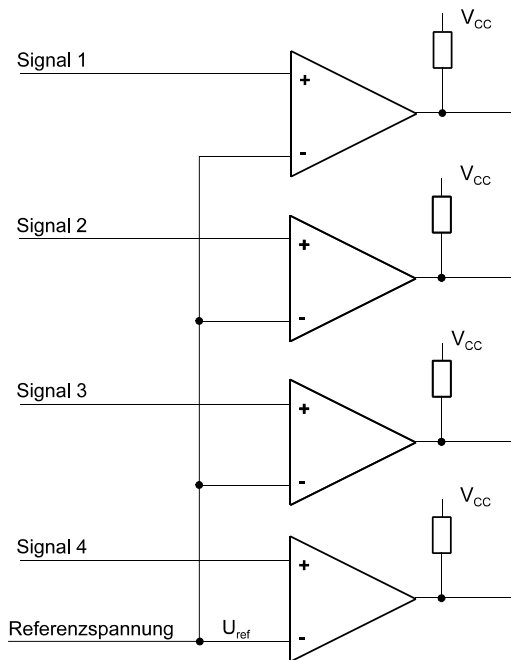
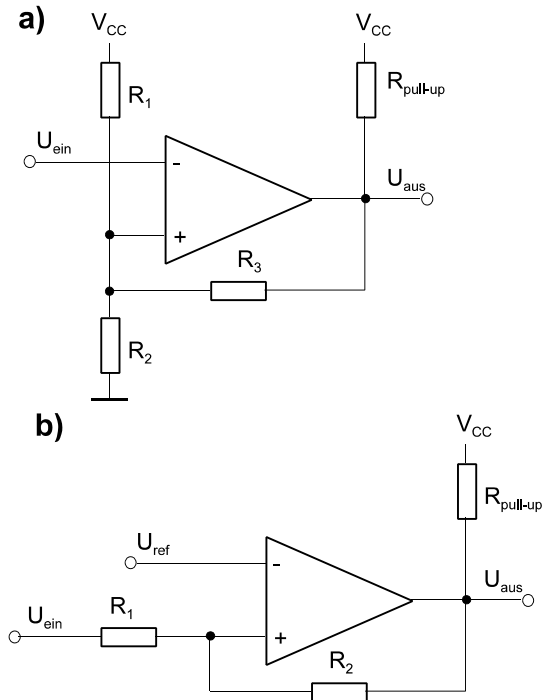

Abb. 19
Abb. 20
43. Mehrere Signale sind mit einer gemeinsamen Referenzspannung  $U_{ref}$  zu vergleichen. Es liegt nahe, hierzu Comparatoren einzusetzen (Abb. 19).
- c) Abb. 20 zeigt zwei Schaltungen, in denen dieser Ausweg verwirklicht ist. Welche der beiden Schaltungen a), b) ist für den Einsatzfall von Abb. 19 besser geeignet? Weshalb?